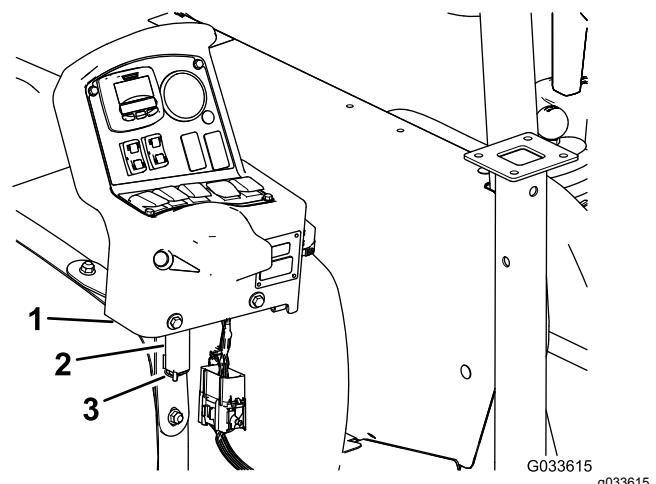

Figura 129
- Rimuovete il quadro di comando dalla staffa di montaggio di comando sul cruscotto della macchina e allineate il perno di articolazione sul quadro di comando con la staffa d'immagazzinamento sulla fascetta del serbatoio anteriore (Figura 129); fate riferimento a Installazione del quadro di comando sulla macchina \(pagina 25\).
8. Montate il quadro sulla staffa e fissate il perno di articolazione alla staffa con la coppiglia (Figura 129).